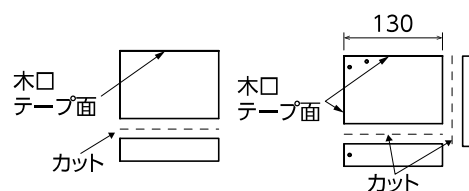

図4 前板の切断 図5 側板の切断
- キット前板：「引出し背板」と同じ高さ寸法に切断します。(図4)